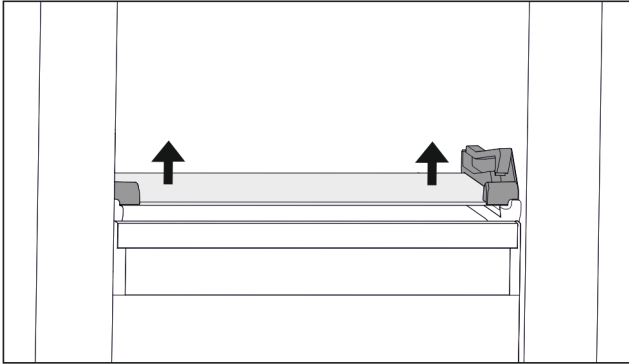

Fig. 63 Placa de vidrio del cajón inclinable
- ▶ Empuje la placa de vidrio desde abajo hacia arriba por ambos lados. (consulte Fig. 63)